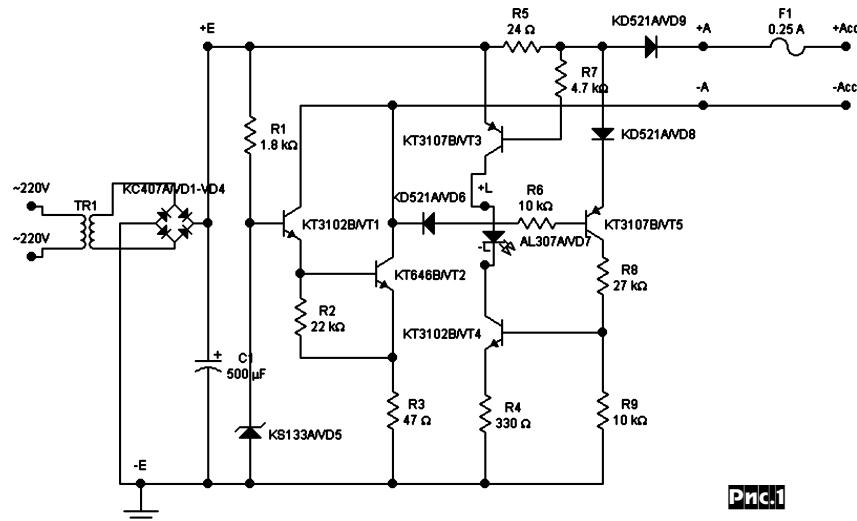

Рис.1
**Принципиальная схема AS** приведена на **рис. 1**. Само зарядное устройство представляет собой генератор стабильного тока (в дальнейшем ГСТ), рассчитанный на ток 45 mA, собранный на VT1, VT2, VD5, R1-R3 и питанный от выпрямителя, собранного на TR1, VD1-VD4, C1. Нагрузка (то есть заряжаемый аккумулятор) подключается в коллекторную цепь ГСТ через предохранитель F1, диод VD9, резистор датчика тока R5. Независимо от напряжения на подключенном аккумуляторе в пределах от 1,2 до 14 вольт ток заряда остается равным  $45 \pm 5$  mA. Это означает, что к устройству можно подключать для сохранения любые кислотные или щелочные аккумуляторы с номинальным напряжением от 1,2 до 12,6 вольт. Как показал опыт использования AS, он прекрасно справляется со своими функциями при подключении к нему для сохранения